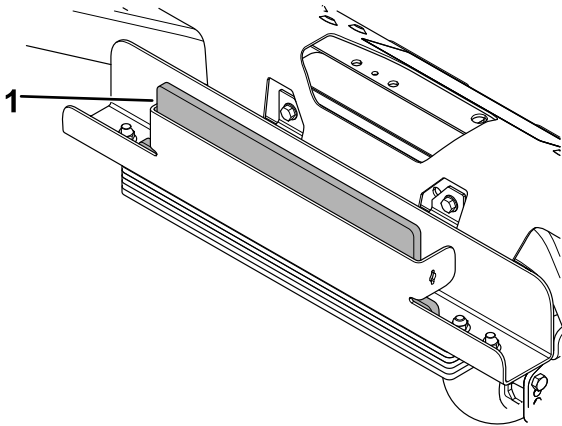

Figura 3
3. Instale la placa en la parte delantera de la bandeja de pesos (Figura 3).